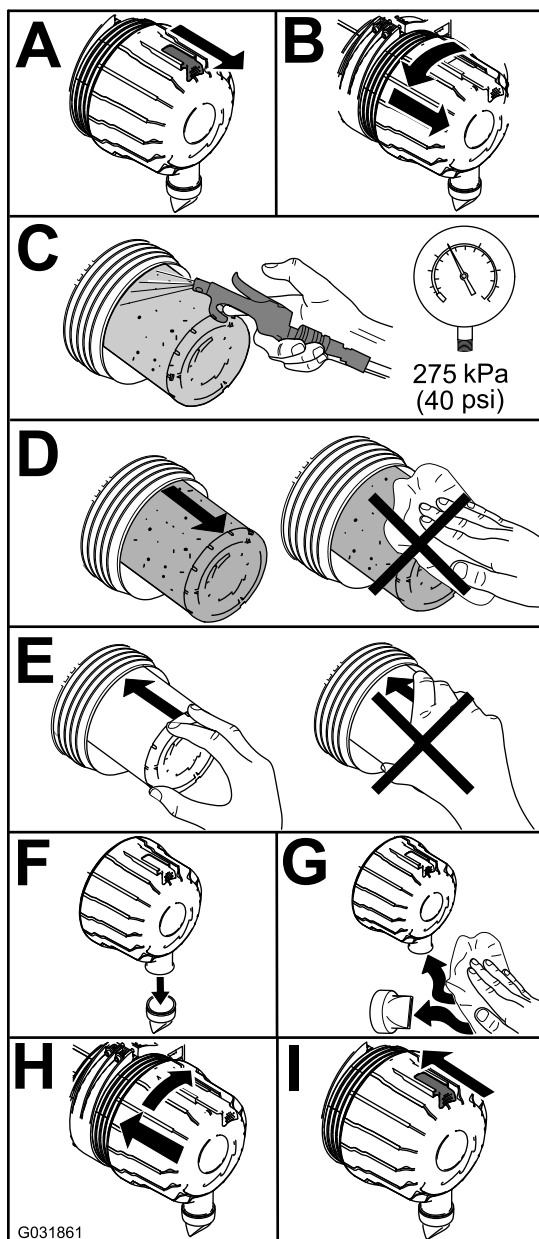

Figura 70
1. Sostituire il filtro dell'aria (Figura 70).